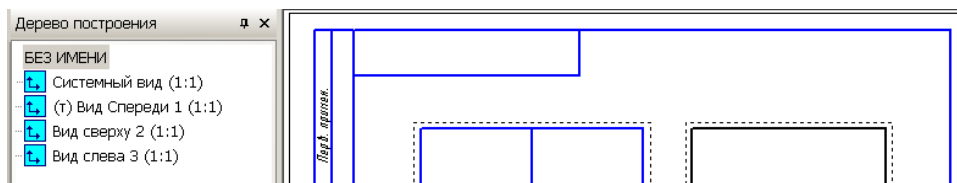

Рис. 13.10.
2.8. Переименуйте элементы дерева построения в соответствии с рис. 13.10.